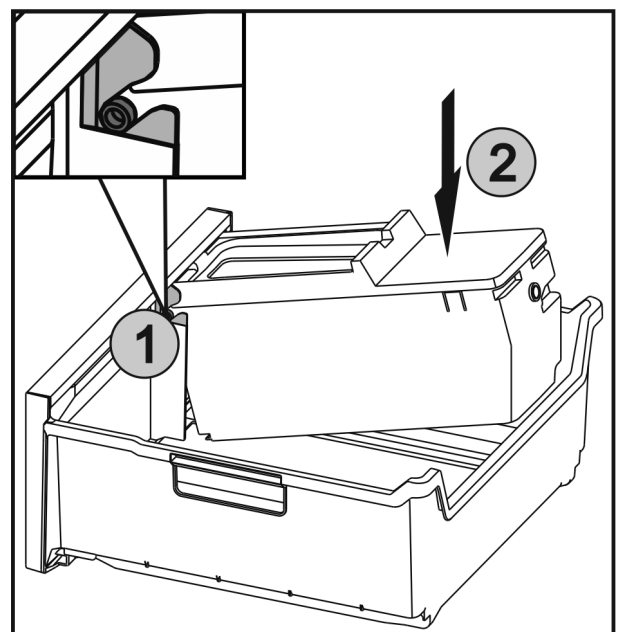

Fig. 43
- ▶ Insérer les axes Fig. 43 (1) sur l'EasyTwist-Ice dans les guides et appuyer sur le côté arrière Fig. 43 (2) jusqu'à ce que la languette s'enclenche.